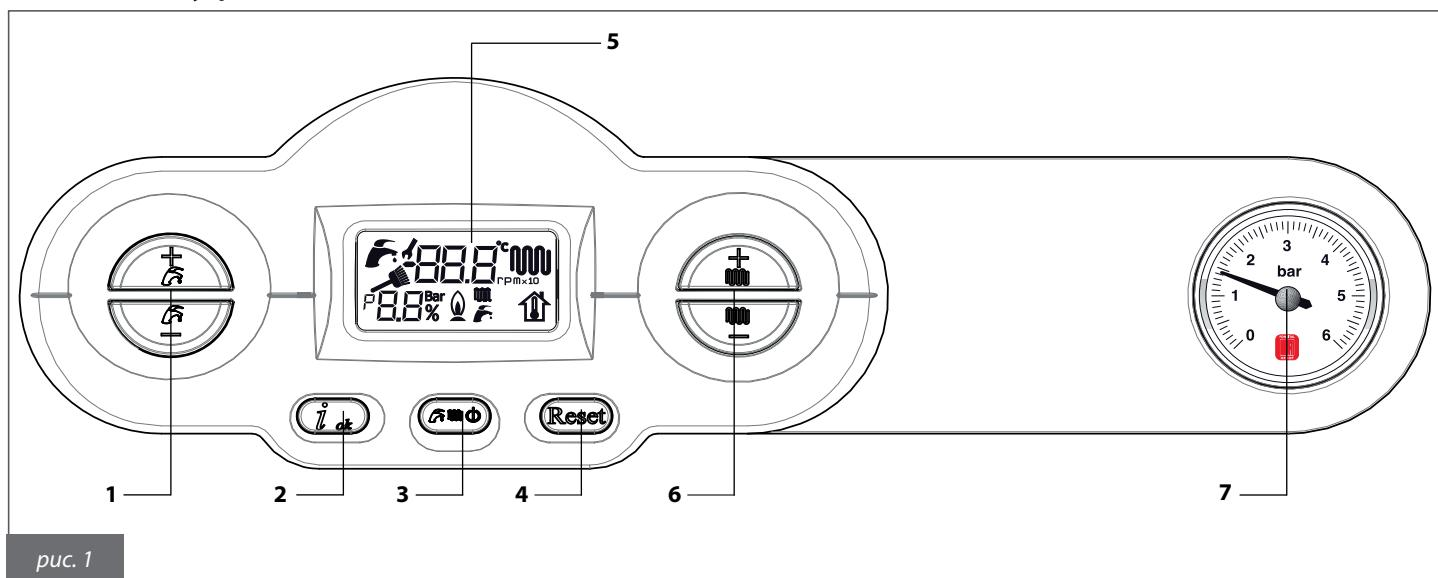

рис. 1
Мигает в процессе регуляции/выбора температуры ГВС с помощью кнопок **1** (рис. 1).
Мигает в процессе регуляции температуры контура отопления с помощью кнопок **6** (рис. 1).
- Выбрать режим работы котла с помощью кнопки 3 (рис. 1); OFF/ЛЕТО/ЗИМА/ТОЛЬКО ОТОПЛЕНИЕ